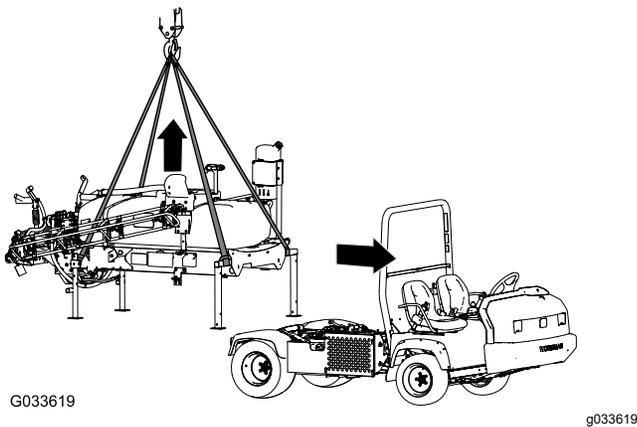

Figure 138
1. Abaissez les rampes à 45° environ et faites les pivoter en avant (Figure 138).
5. Fixez le matériel de levage aux tubes horizontaux des pieds de support avant et le montant vertical aux pieds de support arrière (Figure 138).
7. Levez le patin de la cuve à une hauteur suffisante pour éviter le patin de la machine (Figure 138).